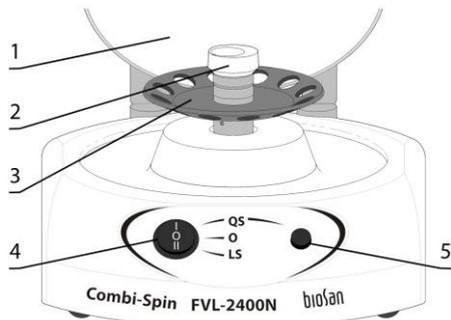

Рисунок 2. FVL-2400N
5.3.2 **Быстрое центрифугирование.** Откройте крышку (рис. 2/1). Вставьте пробирки в ротор, соблюдая равновесие. Закройте крышку. Переведите переключатель питания (рис. 2/4) в положение **I (QS)**. Нажмите и держите нажатой кнопку **QS** (рис. 2/5)
5.3.3 **Вортексирование.** Уберите все пробирки из ротора и закройте крышку. Переведите переключатель питания в положение **I (QS)**. Мягко держа пробирку за верх, прижмите низ пробирки к углублению головки вортекса (рис. 2/2). Для вортексирования, нажмите и держите нажатой кнопку **QS**. После отпущания кнопки ротор останавливается. Переведите переключатель питания в положение **О**.